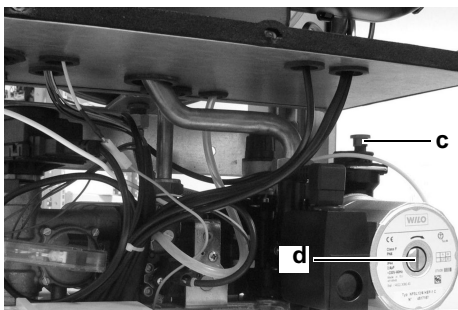

Fig. 6.2 Válvula de alivio, tapón de la bomba
- 8 Afloje el tapón de la válvula de alivio automática **c Fig. 6.2**
- 12 Extraiga el tapón **d Fig. 6.2** y desbloquee la bomba girando el rotor con un destornillador.